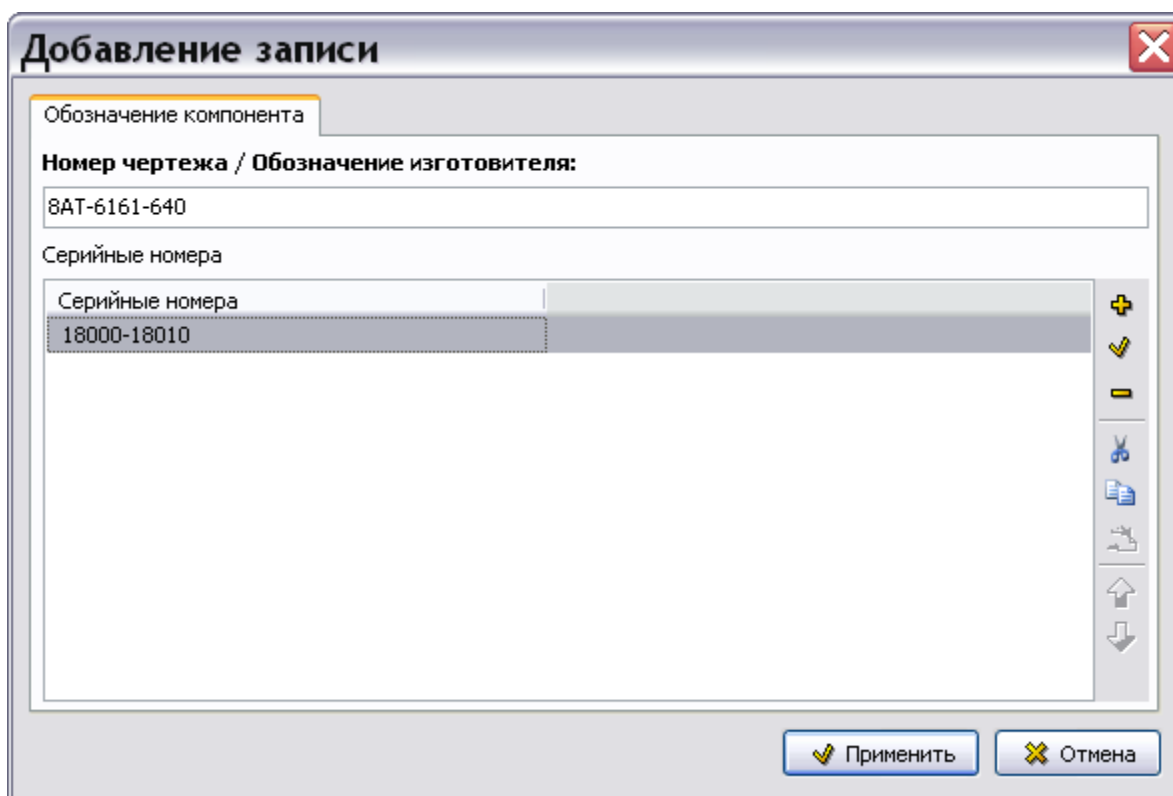

Рис. 9.14
4. Включив соответствующую радиокнопку, введите одиночное значение серийного номера (список номеров через запятую) или диапазон номеров. После ввода значений нажмите на кнопку . После этого произойдет возврат в окно **Добавление записи** для обозначения компонента (Рис. 9.14).